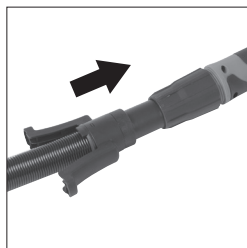

Fig. 7
- Insérez le tuyau d'aspiration flexible entièrement dans l'extrémité du bras d'extension et serrez l'écrou à douille pour le fixer. (**Fig. 7**)